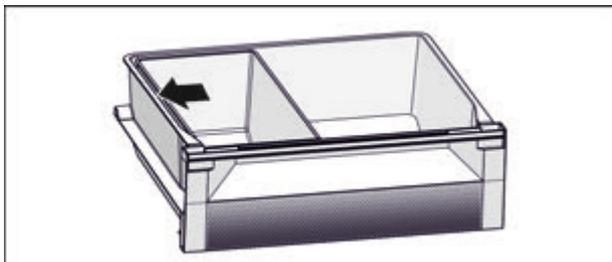

Fig. 6
- ▶ Позиціонувати ящик Fish & Seafood. Із зображеним положенням Ви отримуете оптимальну функцію охолодження (див. Fig. 6) .